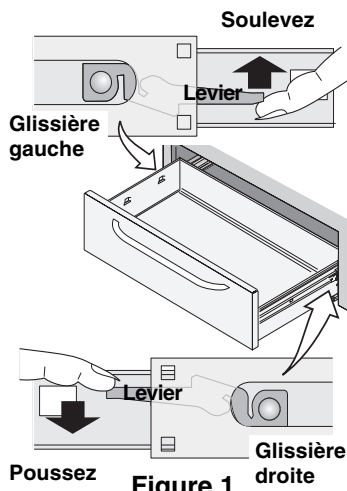

Figure 1
2. Localisez les loquets des deux côtés du tiroir de rangement. Soulevez le loquet de la glissière de gauche et poussez le loquet de la glissière de droite (voir figure 1).